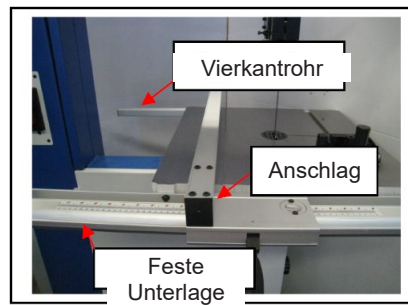

Abbildung 8
1. Befestigen Sie die feste Unterlage mit zwei Sechskantschrauben M6x20 und zwei Federringen M6 am Gusseisentisch. (Abb. 8)